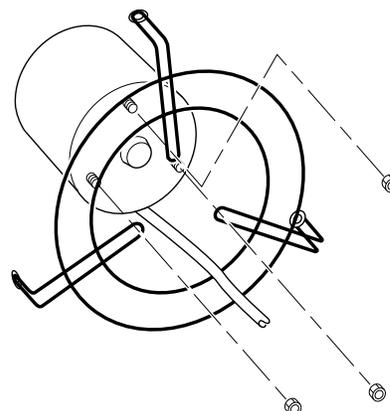

Abb. 8 - Abnehmen und Wiederanbringen des Ventilator-Schutzgitters vom/am Motor
5. Mit einem Sechskantschraubendreher die drei Muttern entfernen, die das Ventilator-Schutzgitter am Motor festhalten. Ventilator-Schutzgitter vom Motor nehmen (siehe Abb. 8).
7. Mit den drei Muttern das Ventilator-Schutzgitter am neuen Motor befestigen. Dabei das Netzkabel entsprechend Abb. 8 verlegen. Muttern gut festziehen.